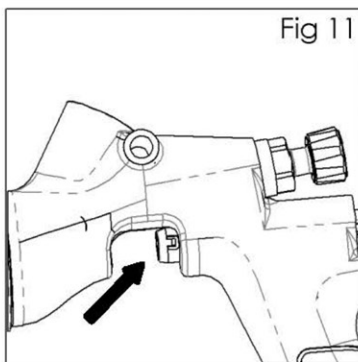

Fig 11
9. Empuje hacia fuera, con un dedo, el sello delantero de válvula de aire (18). (Ver Fig. 11).